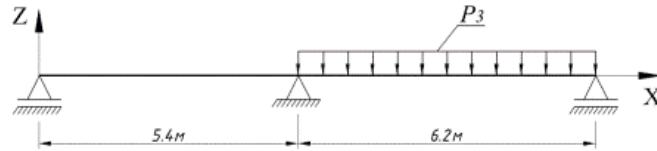

Рисунок 14 - Схема загрузки 4
- Загрузка 4 - равномерно распределенная во втором пролете  $P_3 = 0,87$  т/м (рисунок 14).